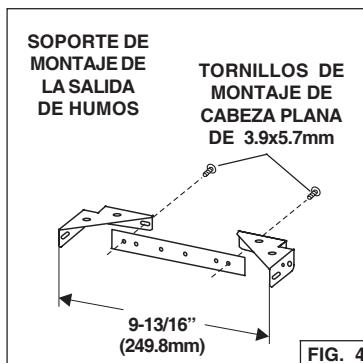

FIG. 4
1. Ensamble el soporte de montaje de la salida de humos, ajustando el ancho exterior tal como se muestra. Fig. 4
3. Asegure la unidad de soporte al techo utilizando (2) tornillos de montaje de 4,8 x 38 mm y soportes de muro de mampostería sin mortero. Asegúrese de que el soporte está apretado contra el muro contiguo y centrado sobre la campana.